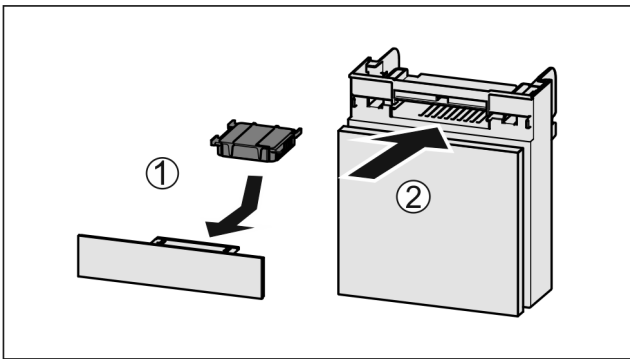

Fig. 100
- ▶ 按图装入 Fig. 100 (1) 活性炭过滤器。
- ▶ 推入 Fig. 100 (2) 抽屉。